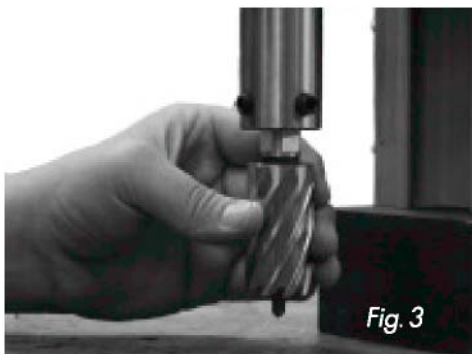

Fig. 3
- Vakiokarassa terä kiinnitetään kahdella pidätinruuvilla. Terän varressa on kaksi tasoa, jotka on suunnattava pidätinruuvien mukaan (kuva fig. 3). Työnnä terän varsi karan sisään. Ruuveja tulee kiristää tasaisesti siten, että terä ei pääse liikkumaan (käytä toimitettua kuusiokoloavainta) (kuva fig. 4).